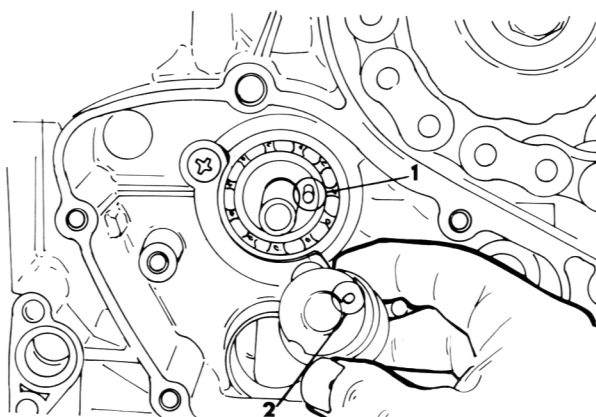

Bild 69
- Das Loch (2) im Schaltwalzenanschlag auf den Stift (1) auf der Schaltwalze ausrichten (Bild 69).